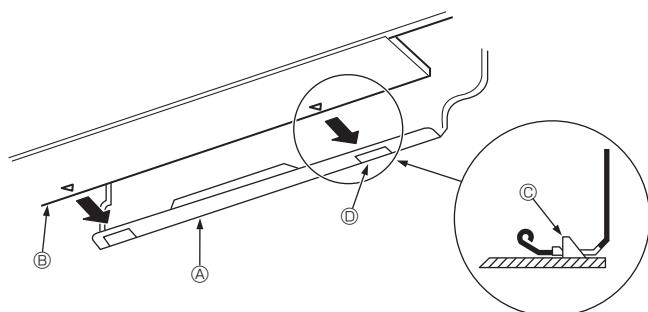

Fig. 3-15
3. Hæng den øverste del af indendørsenheden på monteringspladen ① mens kolerørene og drænslangen føres ind i hullet i væggen (gennemgangsmuffen).
5. Fastgør den ved at trykke den nederste del af indendørsenheden fast på monteringspladen ①. (Fig. 3-15)
- * Kontrollér, at grebene i bunden af indendørsenheden sidder sikkert fast i monteringspladen ①.
① Monteringsplade
② Indendørsenhed
③ Krog
④ Firkanthul